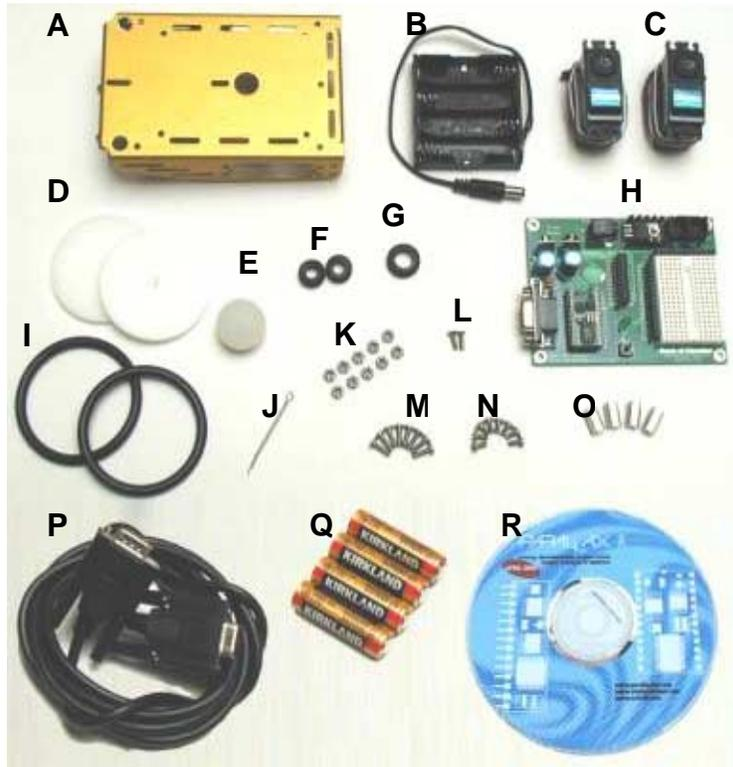

Figura 1.2: Componentes del Capítulo 1.
Antes de comenzar, haga un inventario de los componentes de su kit. El Apéndice A: Lista de Componentes y Suministros del Boe-Bot, le dirá las cantidades de cada componente que debería tener su kit. Si necesita ayuda para identificar cada pieza, use la contratapa de este texto, donde aparecen imágenes rotuladas de todos ellos. Todas las piezas de hardware usadas en el Capítulo 1 se muestran en la Figura 1.2.
- Separe las partes mostradas en la Figura 1.2 para usarlas en las seis actividades de este capítulo.